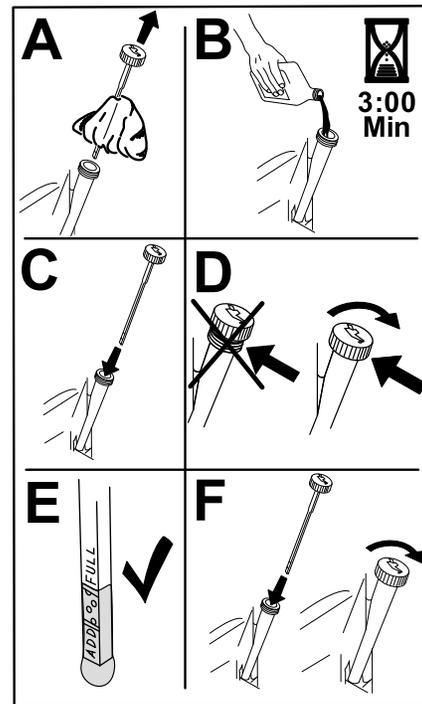

Bild 42
6. Gießen Sie langsam ungefähr 80 % der angegebenen Ölsorte in den Einfüllstutzen und füllen Sie dann vorsichtig mehr Öl ein, um den Ölstand an die Voll-Markierung zu bringen (Bild 42).